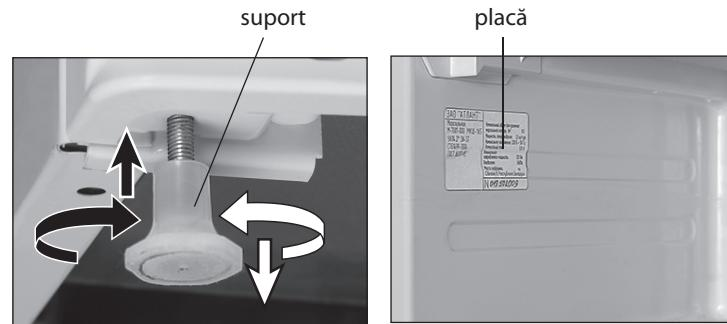

Figura 1
3.3 Congelatorul trebuie să fie instalat orizontal față de podea prin însurubarea sau deșurubarea suporturilor reglabile, în conformitate cu figura 1. Congelatorul trebuie să stea stabil pe suporturi și roți.